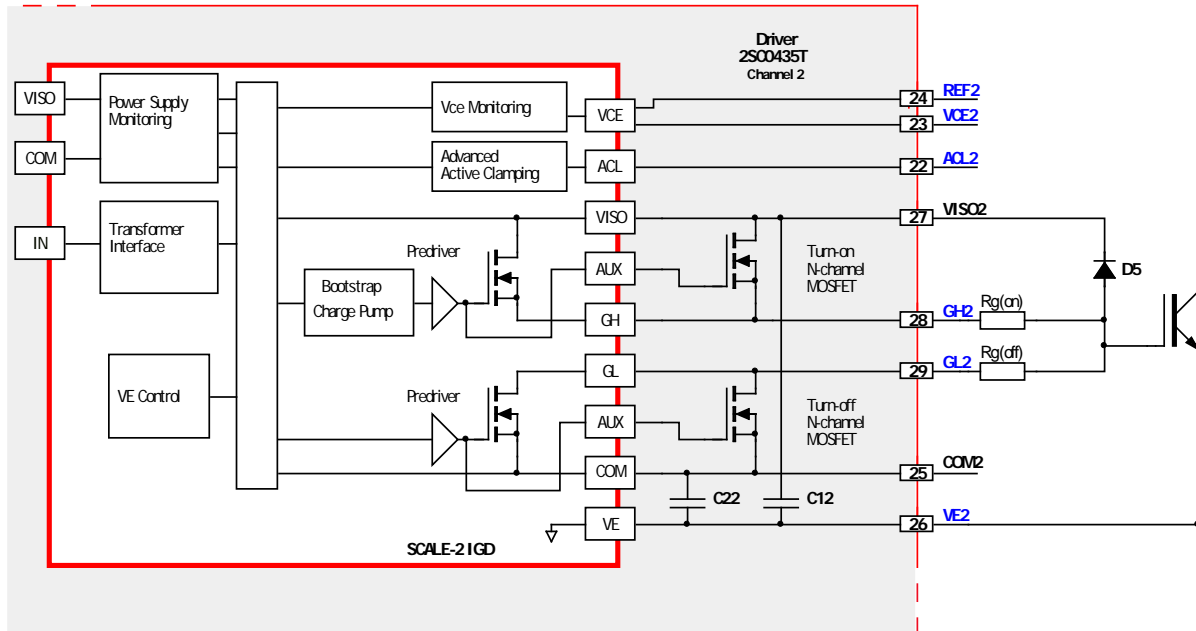

図 21 レイルツーレイル出力及びゲート クランプ (2SC0435T の例)
CONCEPT SCALE-2 のゲートドライバは、図 21 に示されているような N チャンネル出力回路を使用します。パワー半導体のゲート入力の充電後は、N チャンネル MOSFET の電圧降下はほぼゼロになります。そのため SCALE-2 ドライバはレールツーレール ゲート出力を備えています。
レールツーレール出力には、パワー半導体の駆動に関する複数の利点があります。1 つ目の利点は、VISOx 電圧を 15 V に制御できることです。ショットキー ダイオード (図 21 の D5) を使用することで、ゲート電圧が制御され、15 V にクランプされます。これにより外部ゲートエミッタ電圧の増加を防ぐことができるため、IGBT 短絡電流 ISC 及びエネルギーが抑えられます。これは、前者がゲートエミッタ電圧 VGE に大きく依存するためです。
図 21 の  $D_5$  を使用して、電流  $I_g$  がブロッキング コンデンサ  $C_{12}$  及び  $C_{22}$  を充電します。 $C_{12}$  及び  $C_{22}$  の電圧は通常は低いままです。このため、パワー半導体の寄生ターンオンは不可能です。この機能は STO (Safe Torque Operation) にも使用できます。
- 1) 二次側の端子 COMx 及び VEx を接続します。この手順はドライバ電源をオフにした状態で行う必要があります。ドライバ電源がオンのまま作業を行うと、二次側 ASIC IGD に損傷を与えることがあります。必要な場合には、図 21 のブロッキング コンデンサ  $C_{12}$  を使用することができます。図 21 のブロッキング コンデンサ  $C_{22}$  は、短絡のため不要になっています。